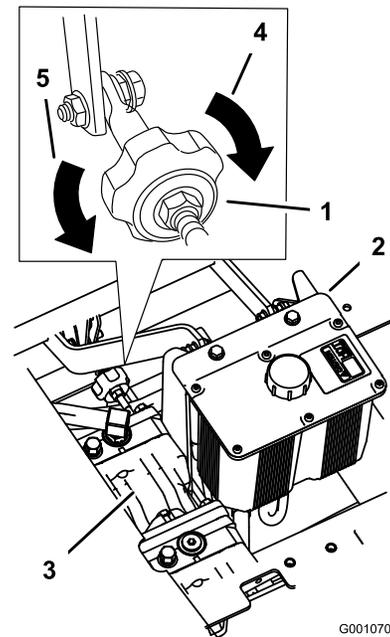

Bild 71
2. Stellen Sie die Länge der Pumpstange ein, indem Sie das Handrad an der Stange so weit in die entsprechende Richtung drehen, bis das Rad stillsteht oder sich leicht zurückdreht (Bild 71).